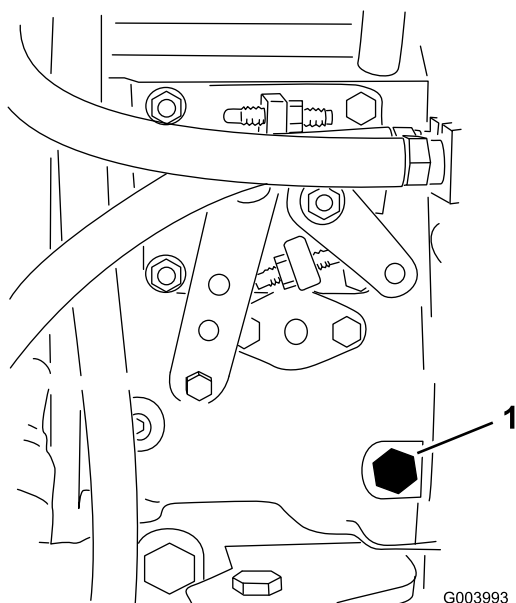

Рисунок 39
3. Отпустите винт стравливания давления воздуха из топливного насоса для впрыска топлива (Рисунок 39) 12-миллиметровым ключом.